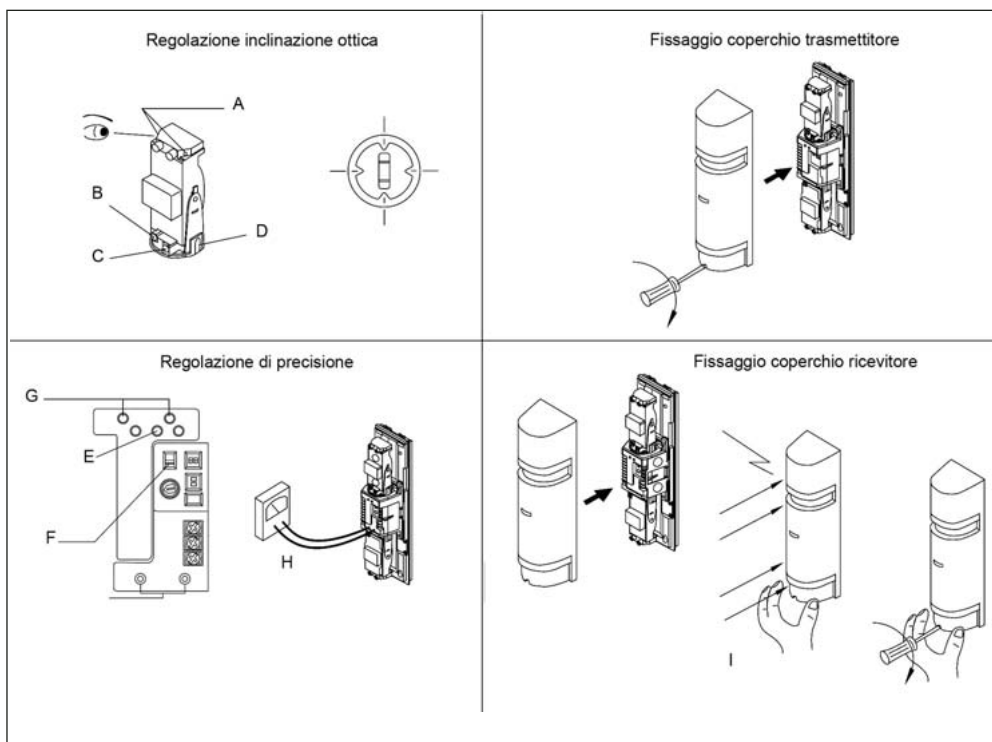

Fig. 9 - Allineamento dell'ottica
- Regolare l'inclinazione dell'ottica (Fig. 9).
• **Regolazione di precisione** (Fig. 9).
• **Allineamento dei raggi con l'ausilio del voltmetro** (fig. 9).